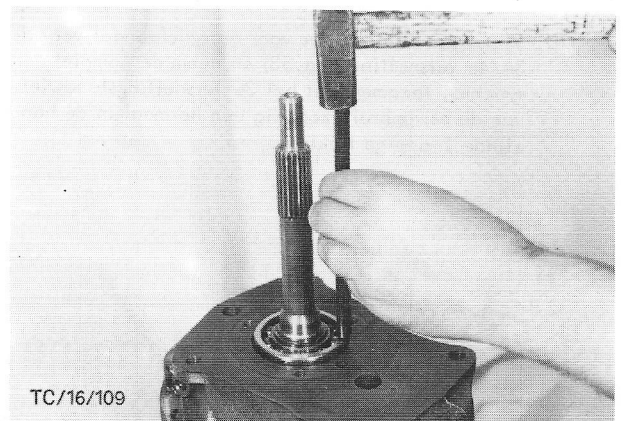

Fig.50 Prise-as naar achteren uittikken.
15. Verwijder de grote borgveer uit het prise-askogellager en verwijder vervolgens de prise-as door deze voorzichtig met een koperen drevel naar achteren te tikken. Klop alleen op de buitenste loopring van het lager (fig.50).